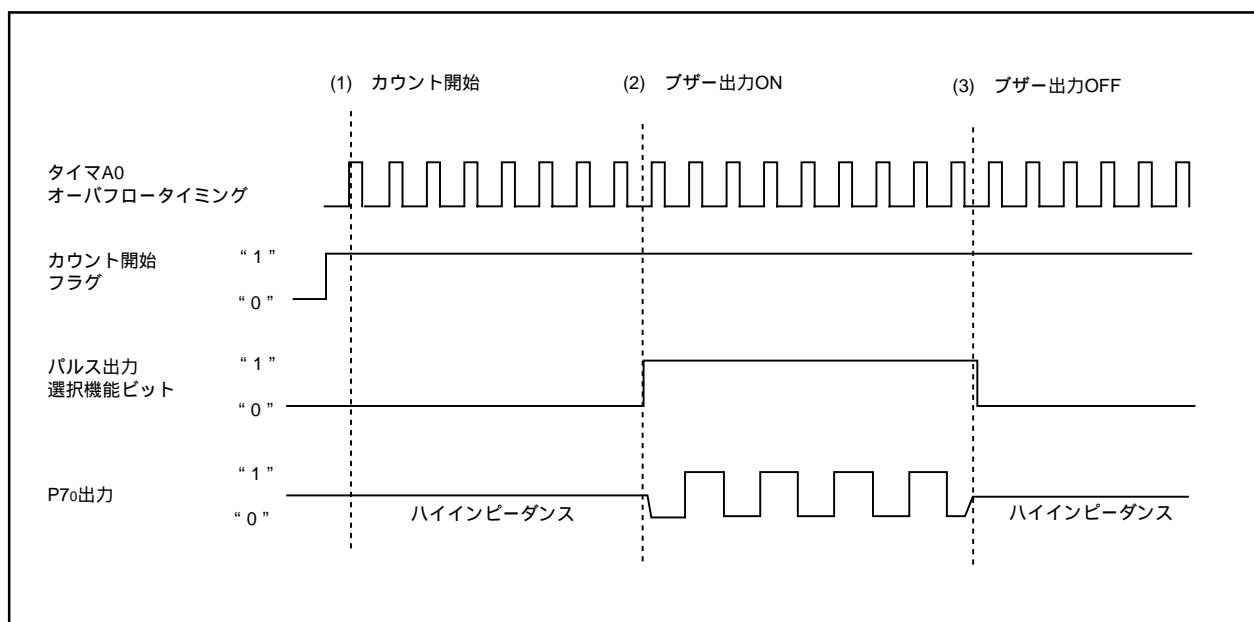
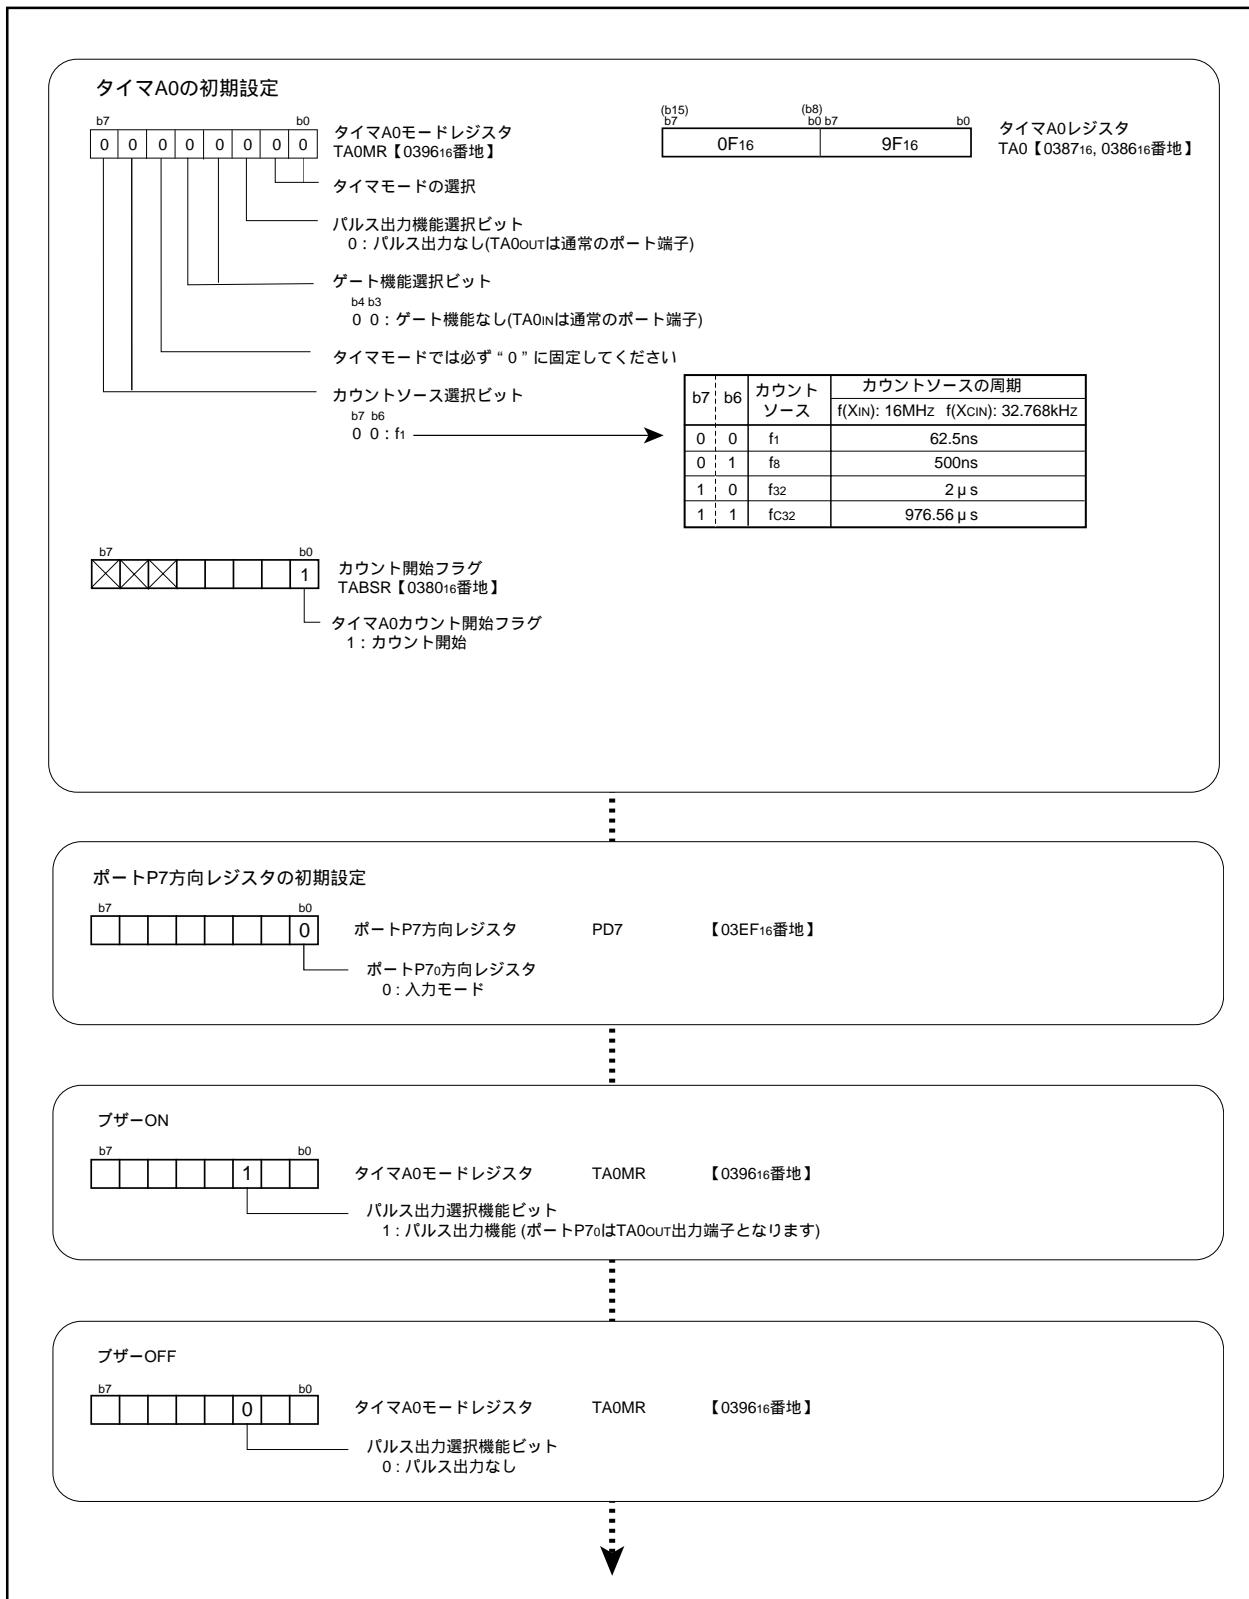

図3.3.1. ブザー出力の動作図
図3.3.2. ブザー出力の設定手順
**概 要** タイマモードを使用してブザーを鳴らします。その動作タイミングを図3.3.1に、設定手順を図3.3.2に示します。